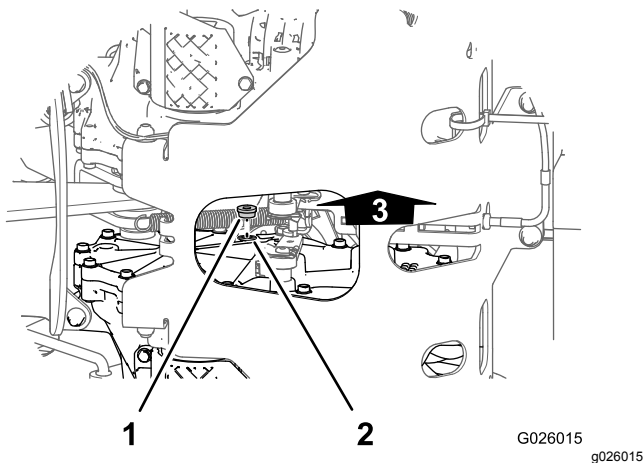
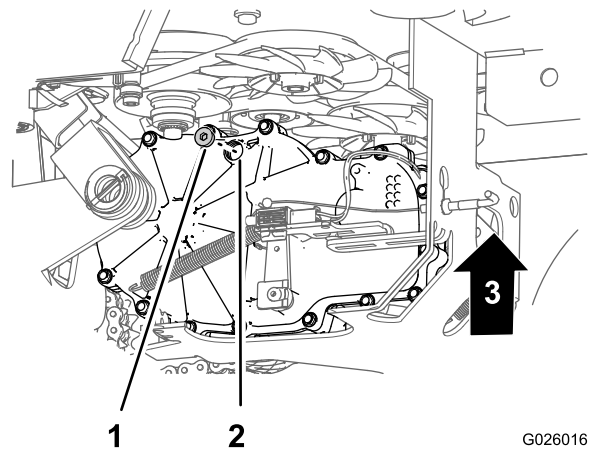

Figure 59
Figure 60
2. Placez un bac de vidange sous les bouchons de contrôle des transmissions (Figure 59 et Figure 60).
3. Sur le côté intérieur de la transmission, près du sommet, enlevez le bouchon de contrôle de l'une des transmissions (Figure 59 et Figure 60).